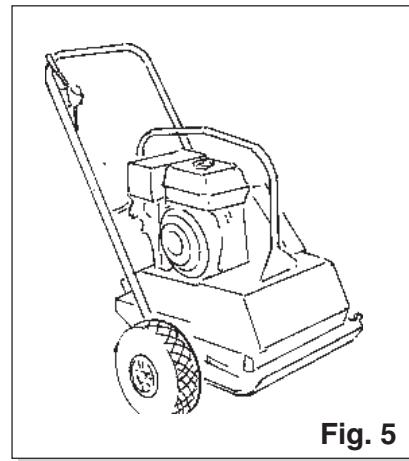
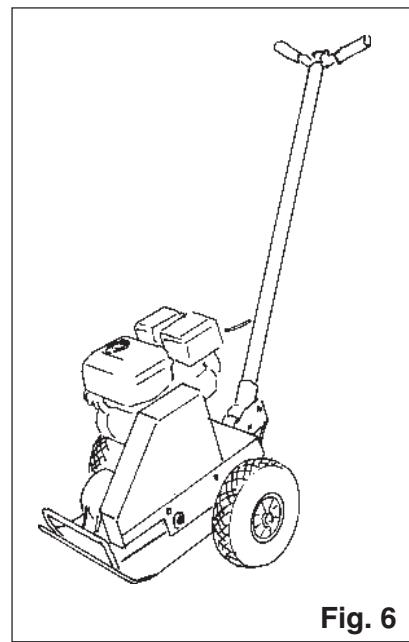

Fig. 5
Fig. 6
- pour un transport pratique, placer les roues dans les lieux appropriés qui se trouvent sur le côté de la plaque de base (fig.5), ou utiliser le chariot (fig.6).
- Eine praktische Transportmöglichkeit: die Räder in die entsprechenden Sitze neben der Grundplatte (Abb. 5) einsetzen, oder den Wagen (Abb.6) verwenden.
- Un sistema muy práctico, consiste en alojar las ruedas en sus espacios correspondientes al lado de la placa de base (Fig. 5), o usar la carretilla (Fig.6).